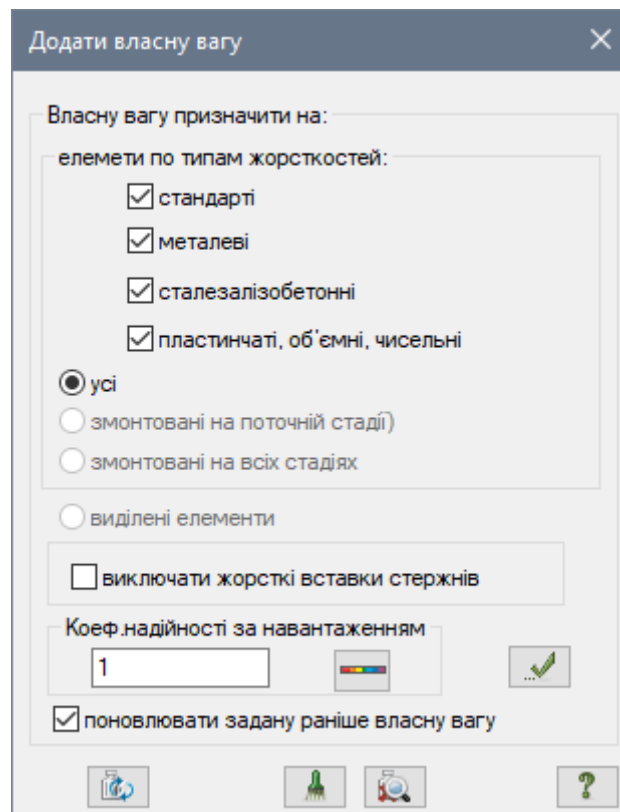

Рис. 4.20. Діалогове вікно Додати власну вагу
- Натисканням на кнопку  – **Додати власну вагу** (панель **Навантаження** на вкладці **Створення та редагування**) відкрийте діалогове вікно **Додати власну вагу** (рис. 4.20).